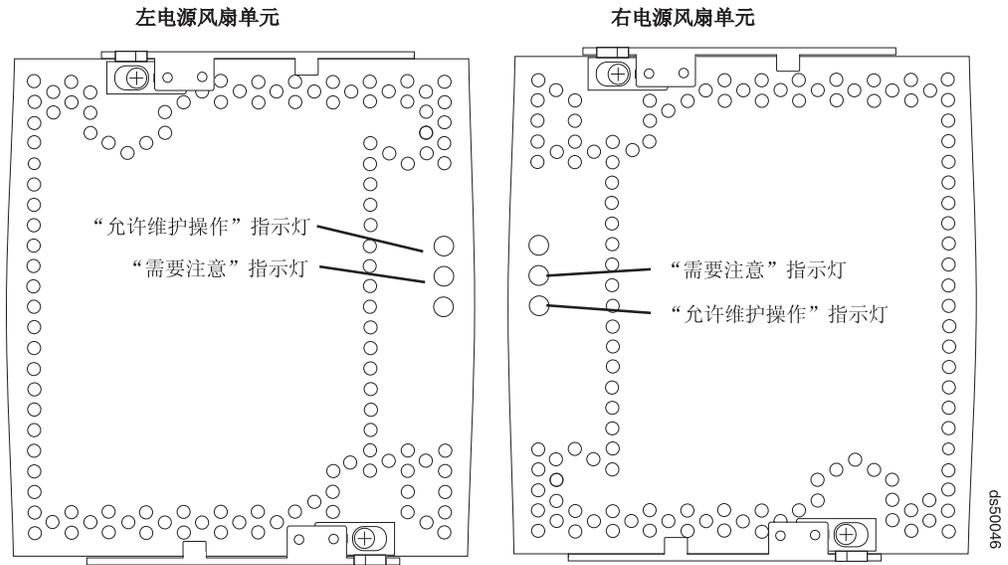

图 98. 电源和风扇单元“需要注意”指示灯
5. 检查每个电源和风扇单元上的“需要注意”指示灯。（第 148 页的图 98 显示左电源和风扇单元“允许维护操作”指示灯在顶部或为第一个指示灯，“需要注意”指示灯为第二个指示灯。在右电源和风扇单元上，“允许维护操作”指示灯在底部，它上面为“需要注意”指示灯。